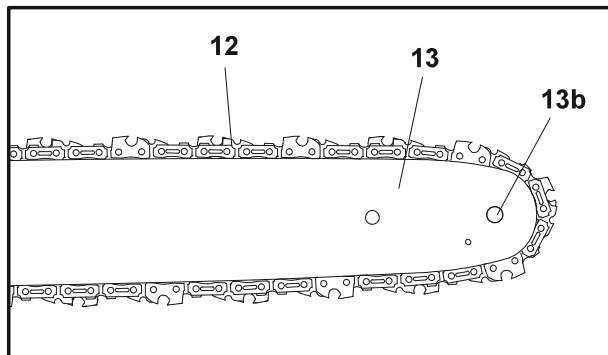

Fig. 4
7. O sentido da corrente é o indicado pela seta. Certifique-se de que a corrente (12) está corretamente colocada sobre a roda dentada (13b) da guia (13) (Fig. 4).